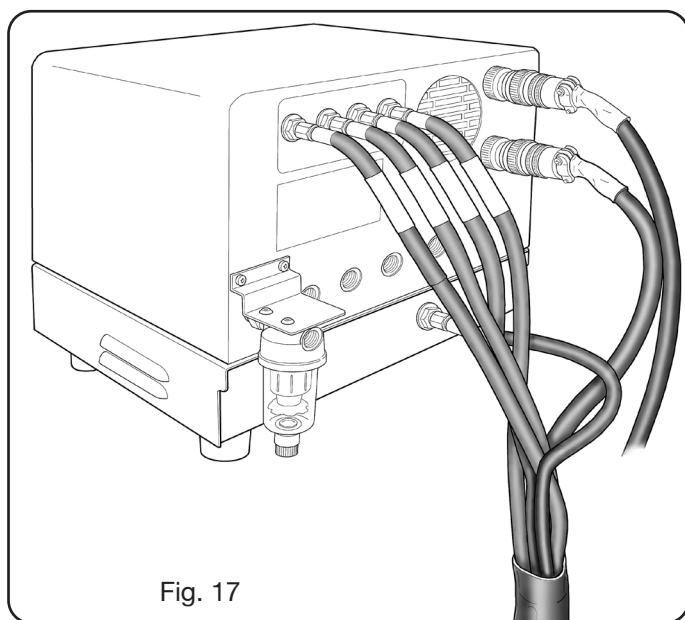

Fig. 17
- Collegare il fascio tubi art.1166 serrando i tubi alle rispettive uscite dei gas e facendo attenzione alla corrispondenza delle marcature (plasma preflow - cutflow, secondary preflow - cutflow e auxiliary); avvitare il connettore elettrico all’uscita CN05 (vedi fig.17).
- Collegare infine la connessione art.1189 avvitando il connettore elettrico all’uscita CN04 (vedi fig.17). Assicurarsi che l’aria (AIR) sia sempre connessa, alla pressione adeguata, alla gas console automatica poiché viene usata come gas di “servizio”.